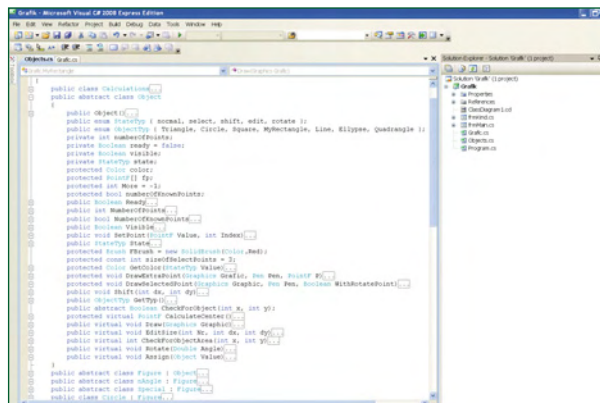

Figure 1. *Objects.cs* - Visual Studio permet d'explorer la hiérarchie des classes du projet, avec les méthodes qu'elles contiennent.
- la hiérarchie du projet qui liste toutes les classes qui elles-mêmes définissent la construction de figures géométrique de haut niveau à-partir d'objets de bas niveau fournis par l'O.S. - voir le fichier *Objects.cs* (**Figure 1**)